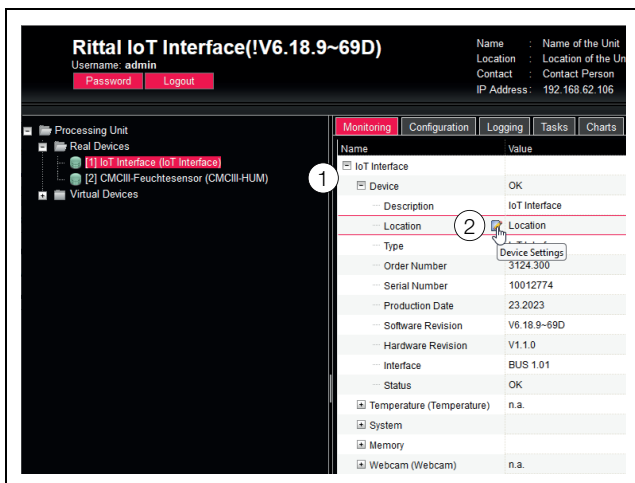

Abb. 24: Auswahl eines einzelnen Parameters
- Klappen Sie nacheinander die Einträge „IoT Interface“ und „Device“ aus, indem Sie auf das „Plus“-Zeichen vor dem Eintrag klicken (Abb. 24, Pos. 1).
- Setzen Sie den Mauszeiger an das Ende der ersten Spalte in der Zeile „Location“ (Abb. 24, Pos. 2).